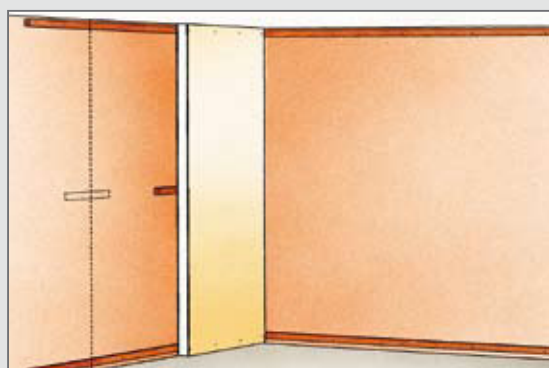

Fig. 13 - Pose des complexes Polyplac Cloison sur tasseaux horizontaux
- sur des tasseaux horizontaux continus fixés en pied et en tête. Il faut alors une cale à mi-hauteur au droit du joint vertical (Fig. 13).